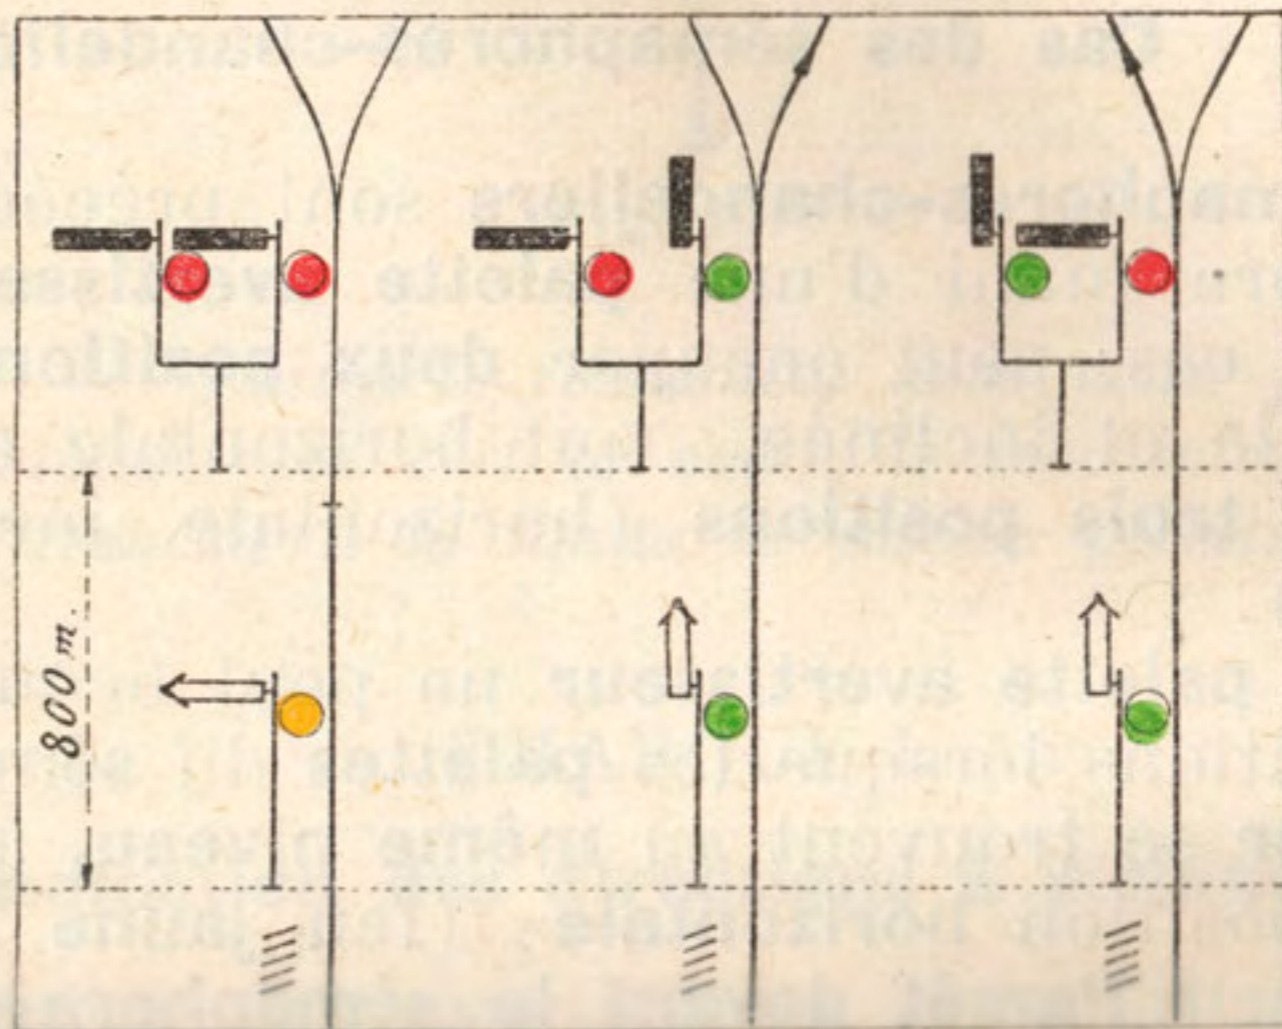

Fig. 108.
b) la position **horizontale** (feu **jaune** la nuit) qui prescrit **l'arrêt devant le sémaphore-chandelier**, ou la position **verticale** (feu **vert** la nuit), qui indique que **le signal est au passage pour une voie qui peut être parcourue à la vitesse normale admise sur le tronc commun.** (Fig. 108).